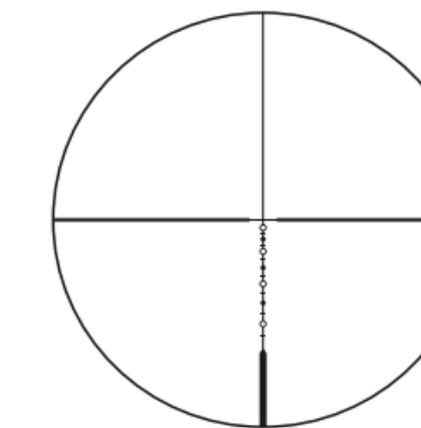

Fig. 3
(1) Mise au point
- 1 Regardez dans l'oculaire, l'œil placé à 10 cm environ (4 pouces) de l'oculaire, pour voir le réticule BDC 800 (Fig. 3). Assurez-vous que votre œil est correctement aligné et positionné à la bonne distance, afin d'éviter que votre vue ne soit « bouchée ».